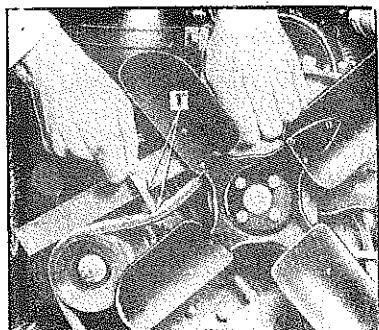

Fig. 18
- c. Juster ventilatorremmen. Den rette spænding er til stede, når pilhøjden er 2,5 cm. d.v.s. når remmen ved et let tryk af tommelfingeren midt mellem 2 remskiver kan bevæges 2,5 cm (se fig.18).